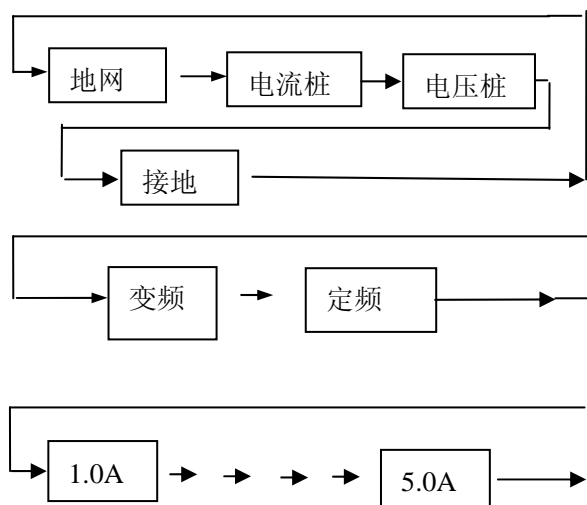

图 5
3.3、在光标当前所示项目，按 ▼ ▲ 键键可进行该项菜单的变更，并循环指示，流程见图 5 所示。